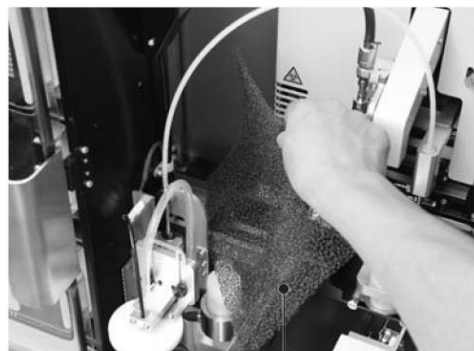

Figura 2-W
5. Collocare la lastrina nel vassoio sotto il braccio del rack di caricamento (Figura 2-W).